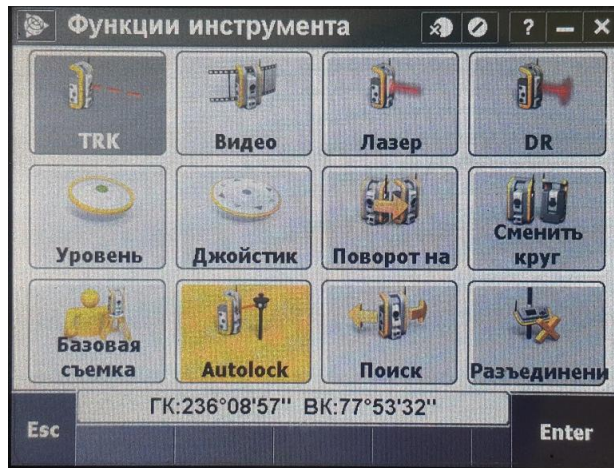

Рис. 3. Интерфейс функции инструмента
4. DR – включение/выключение безотражательного режима (доступно также при выборе типа визирной цели основного меню съемки (п. 7 на рис.3));
9. Базовая съемка – запуск классической съемки точек (доступно также на основном меню съемки (п. 10 на рис. 3));
1. В главном меню необходимо выбрать «Проекты» / «Новый проект» (см. рис. 3).
1. Вручную – посредством элемента «Ввод» (п. 2 на рис. 3, поочередно с клавиатуры инструмента вводятся номера, координаты точек и коды при необходимости);
После ввода данных проекта можно приступить к началу съёмки. Для этого необходимо перейти в пункт «Съёмка» (п. 10 на рис. 3) основного меню съёмки, далее выбрать пункт «VX&Sseries» (выбор типа инструмента). Первичным этапом съёмки является установка станции, которую можно осуществить четырьмя способами:
- через инструмент «Разбивка» (рис. 3)
- через инструмент «Карта» (рис. 3)
Во втором случае требуется активировать элемент «Карта» главного экрана (на рис. 3 справа), выбрать на карте необходимую точку (масштабирование карты осуществляется кнопками +/-), нажать кнопку «Вынести», следовать указаниям прибора аналогично предыдущему способу. Также, для роботизированных тахеометров имеется возможность автоматизированного выноса посредством элемента «Поворот» (тахеометр автоматически укажет направление на выносимую точку). Второй способ (инструмент «Карта») является более предпочтительным ввиду большей оперативности и наглядности. В обоих случаях вынос точки в натуре возможен как в безотражательном режиме (автоматизированное указание направления, либо последовательные приближения в режиме слежения), так и с наведением на призму (прибегнув к использованию вешки). При использовании призмы автоматизированное указание направление невозможно, данный способ требует затрат времени но обеспечивает большую точность. Для контроля операции процедура выноса точек в натуре выполняется независимо дважды, три точки должны попадать в створ.